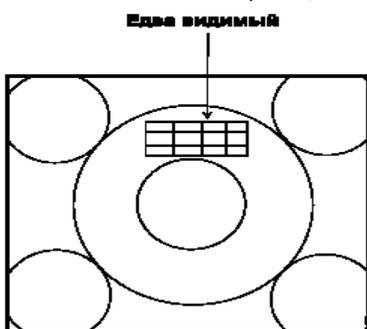

Рис.5
- кнопками "+" и "-" ПДУ установите такое значение субяркости, при котором элемент из квадратов на изображении не станет едва видимым, как показано на рис.5.